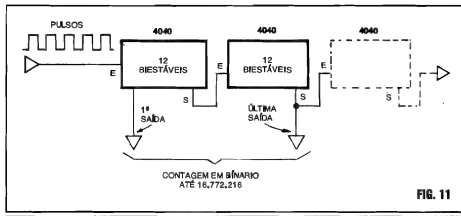

FIG. 11
- FIG. 11 - ... E PARA CONTAR "ACIMA" DE 4096...? - Embora 4096 pareça, a princípio, um número ou quantidade relativamente elevada, na prática não o é, já que em muitas aplicações precisamos quantificar valores numericamente muito superiores, manipulando tais números binários elevados, digital e eletrônica-
impressionante "talento" no assunto é a grande (*mesmo...*) velocidade com a qual podem realizar tais operações...! Só para dar um exemplo comparativo, o conjunto dos dois 4040 iniciais do diagrama da FIG. 11 pode efetivamente contar, desde 1 até 16.772.216 em *muito menos tempo* do que alguém conseguiria *dizer*, em voz alta, o número dezesseis milhões, setecentos e setenta e dois mil e duzentos e dezesseis...! Na verdade, tal contagem ou totalização binária pode ser feita numa *fração de segundo*! Graças a esse enorme potencial, lastreado basicamente na *precisão* e na *velocidade* é que surgiu todo o moderno Universo do cálculo puramente eletrônico e - por consequência - os computadores, micro-computadores e toda a *parafarmácia informática* que atualmente nos cerca e nos serve! Na raiz de todo arranjo eletrônico digital contido nos modernos computadores, temos nada mais, nada menos, que um "monte" (mas um monte *mesmo...*) de divisores